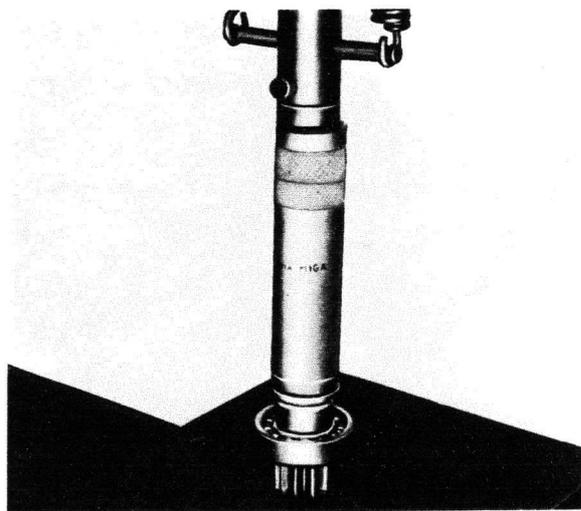

Fig. 23
- 1° Monter éventuellement sur l'arbre le roulement à billes et l'entretoise à la presse à l'aide du manchon MIPU et du manche creux MIGA (fig. 23).